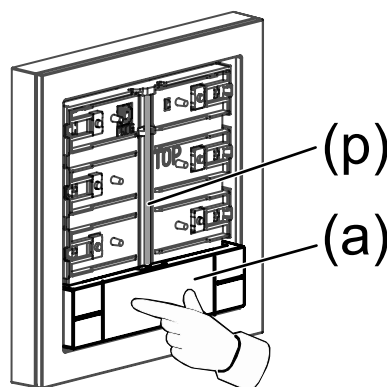

Bild 7: Bedienwippe mittig andrücken
- Bedienwippe (a) auf Achse (p) einrasten, dazu mittig auf die Bedienwippe (a) (Beschriftungsfeld) drücken (siehe Bild 7).
Bedienwippe (a) rastet auf Achse (p) ein (siehe Bild 7).